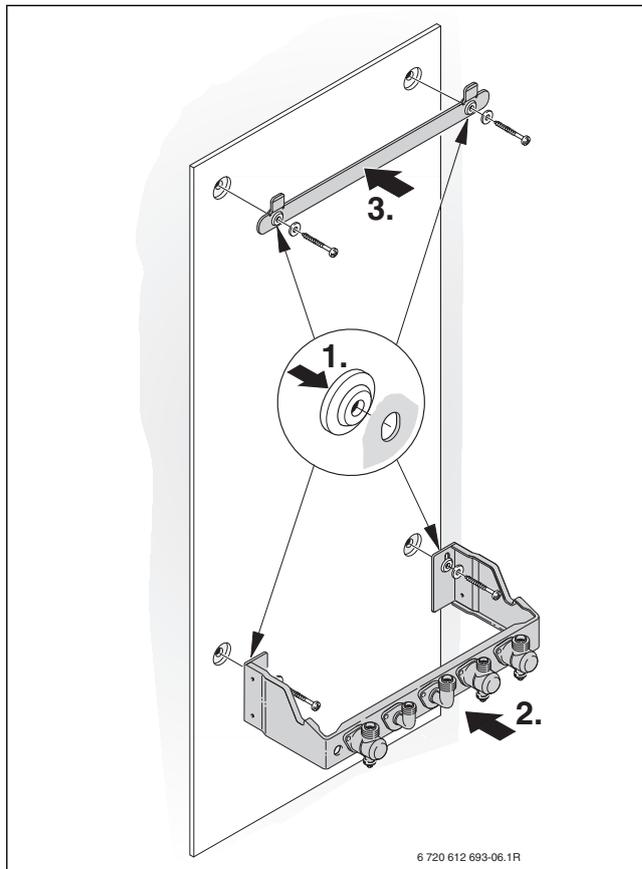

Fig. 28
- ▶ Inserire i giunti antivibranti ed installare la staffa di supporto caldaia (→ fig. 28).